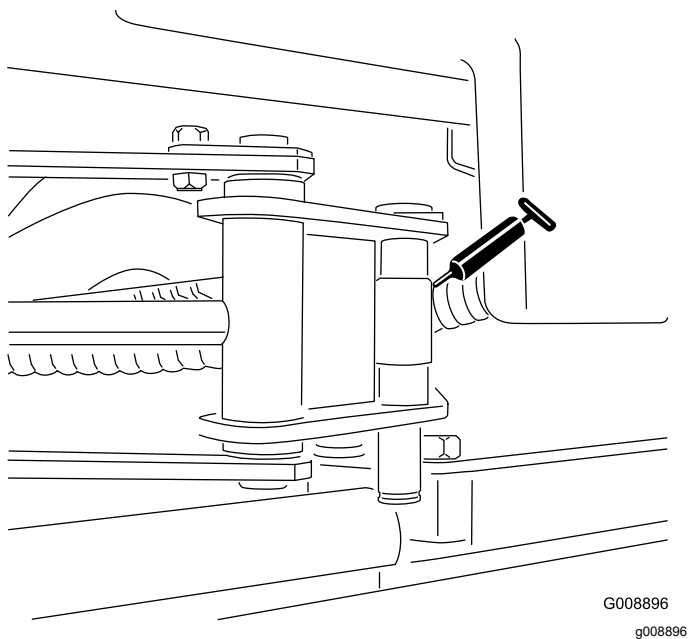

Figura 61
- Estremità del cilindro SideWinder (2 raccordi; solo modello 03171 – Figura 61)